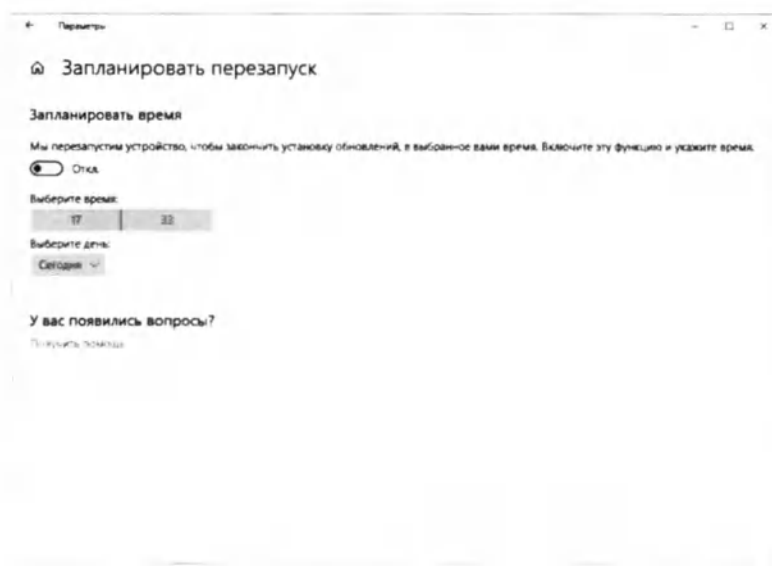

Рис. 24 Рис. 22 Настройка перезагрузки
Установка Установите трубки в перистальтические помпы. Для этого, освободите прижимную пластину, потянув зажим вверх (1), см. Рис. 24